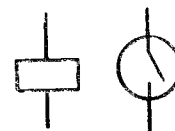

Рис. 15
**Реле электромагнитное** представляет собой геркон, установленный внутри катушки индуктивности. Под действием электромагнитного поля, образующегося вокруг катушки при прохождении по ней электрического тока, геркон срабатывает и замыкает электрическую цепь. Обозначение реле показано на рис. 15.